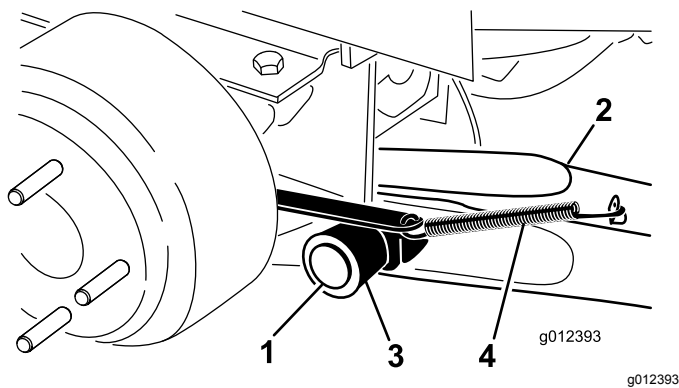

Figura 3
4. Monte um braço de elevação no apoio da articulação com um pino de articulação e um perno de gancho (Figura 3). Monte o braço de elevação com a dobra posicionada para fora.
5. Coloque a mola de retorno do travão na patilha no braço de elevação (Figura 3).